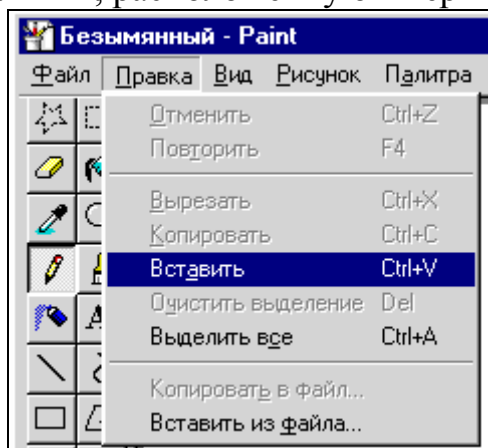

Рис. 2.3. Команды вставки в окне редактора Paint
4. Из буфера вставить в Paint изображение, выбрав команду «Правка → Вставить», расположенную в верхней части окна редактора Paint (рис. 2.3).
7. Выделить необходимую часть графического изображения можно, нажав на кнопку «Выделить»  или «Выделение произвольной области» , которые расположены на боковой панели графического редактора Paint (см. рис. 2.3).